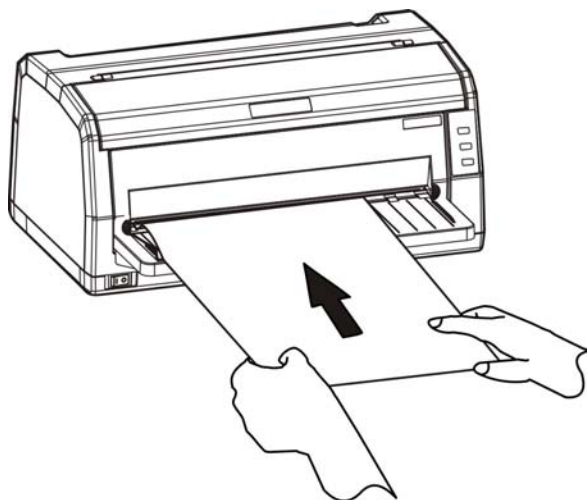

图 3-5 安装单页纸
5. 插入纸张，如图 3-5 所示，纸张会自动进入打印位置。